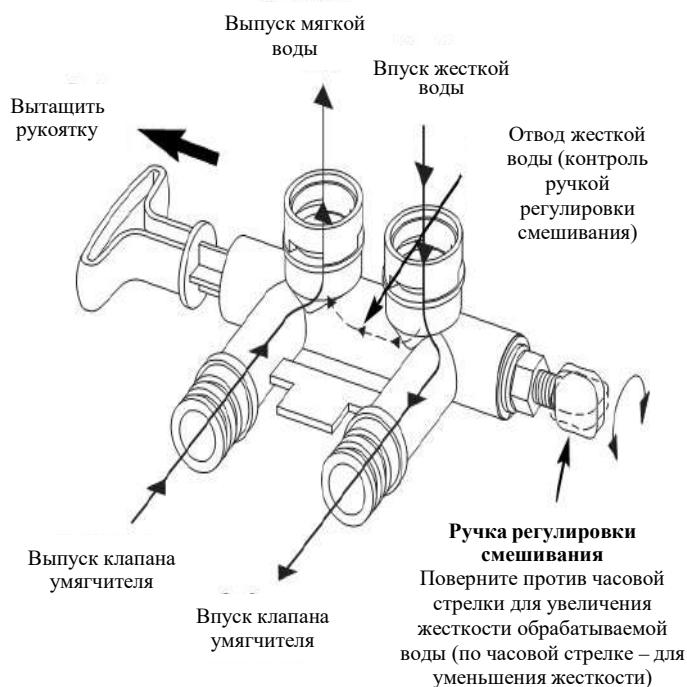

РИС. 37
Байпасный смешивающий клапан работает как стандартный двухтактный клапан, однако он имеет дополнительную функцию точной регулировки жесткости обрабатываемой воды, делая воду мягче. Если необходима слегка жесткая вода, чем обычно производится умягчителем, этот байпасный смешивающий клапан может отводить небольшой поток жесткой воды до того, как он попадет в умягчитель, и смешивать его с входящей смягчаемой водой. Количество отводимой воды контролируется поворотом ручки регулировки смешивания на верхнем колпаке штока клапана (см. Рисунок 37).
1. Если байпасный клапан находится в рабочем положении (нормальная операция умягчения), с вытянутой рукояткой (см. Рисунок 37), **увеличьте жесткость** обрабатываемой воды, повернув ручку регулировки смешивания **против часовой стрелки** до 6 оборотов из полностью закрытого положения. Во время регулировки этой ручки удерживайте байпасный клапан рукой для предотвращения вращения штока.